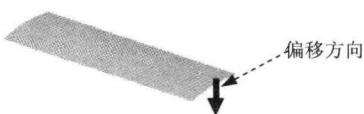

图 1.4 偏移方向
Step3. 创建偏移特征——偏移 1。选取 Step2 所创建的拉伸曲面为要偏移的曲面；选择下拉菜单 **编辑(E)** → **偏移(O)...** 命令；在操控板的偏移类型栏中选择“标准偏移”选项 ，在操控板的偏移数值栏中输入偏移距离 1，单击 按钮调整偏移方向如图 1.4 所示。